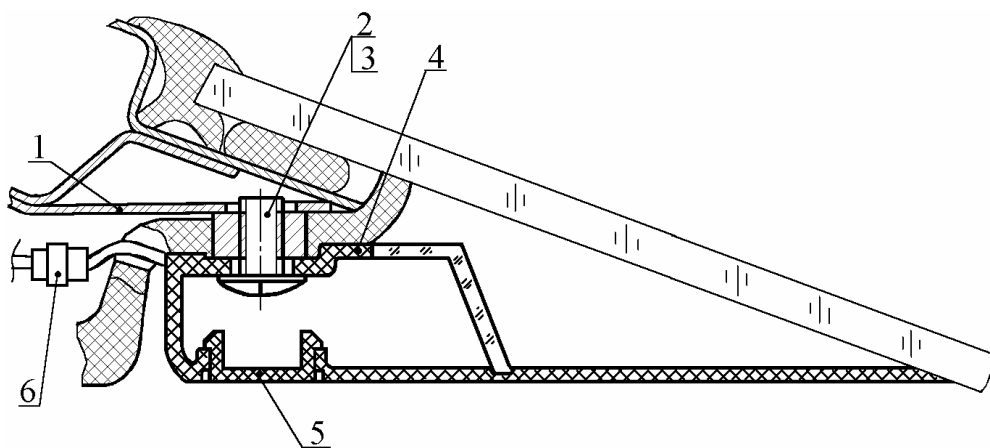

Рис. 42. Дополнительный сигнал торможения:
10.3.1. Снять дополнительный сигнал торможения 4 (рис.42) с кронштейна 1, сняв две заглушки 5, вывинтив два винта 2 с шайбами 3 его крепления и отсоединив колодку 6 жгута проводов (отвертка ГОСТ 17199-88).